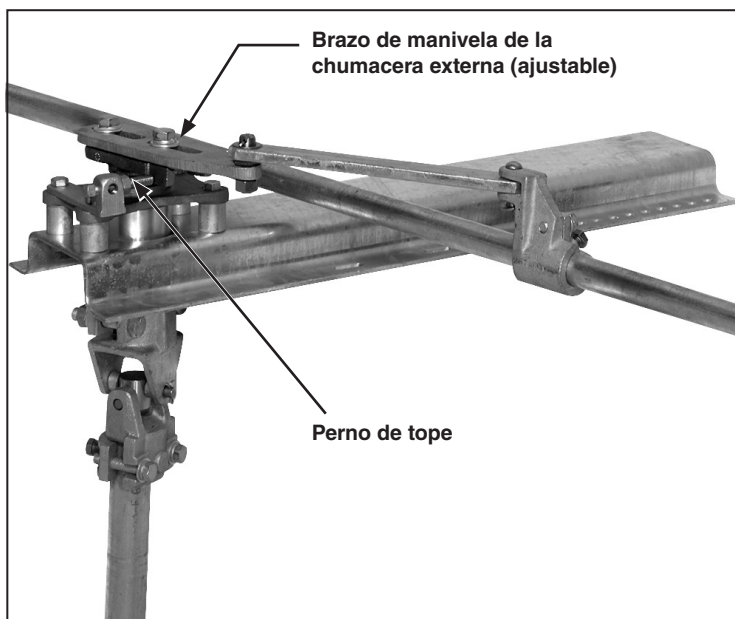

Figura 37. Verificación de que el brazo de manivela esté en la posición de rótula centrada y contra el perno de tope.
- Cada una de las palancas de operación de los polos del interruptor debe estar contra su tope de cierre. El(los) brazo(s) de manivela de la chumacera externa debe estaren la posición de rótula centrada y descansar sobre el(los) perno(s) de tope, si es el caso. Vea la Figura 37.